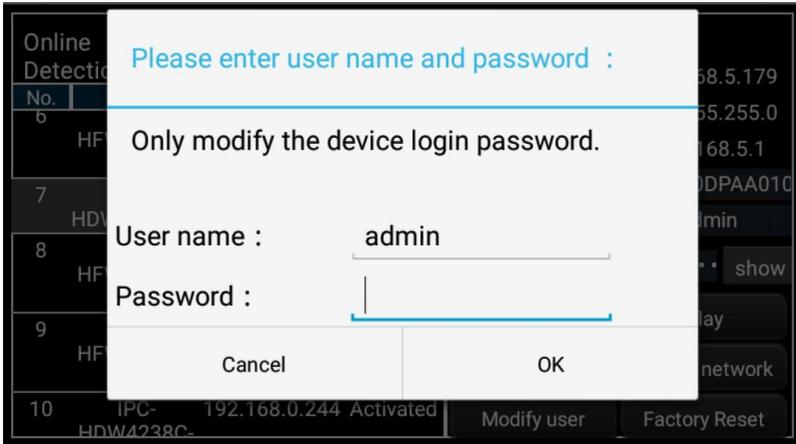

Рис. 165 Изменение имени пользователя и пароля
6. Для изменения имени пользователя и пароля используйте кнопку Modify user information (Изменить пользовательскую информацию). Вы можете задать новое имя пользователя и пароль для него, рис. 165